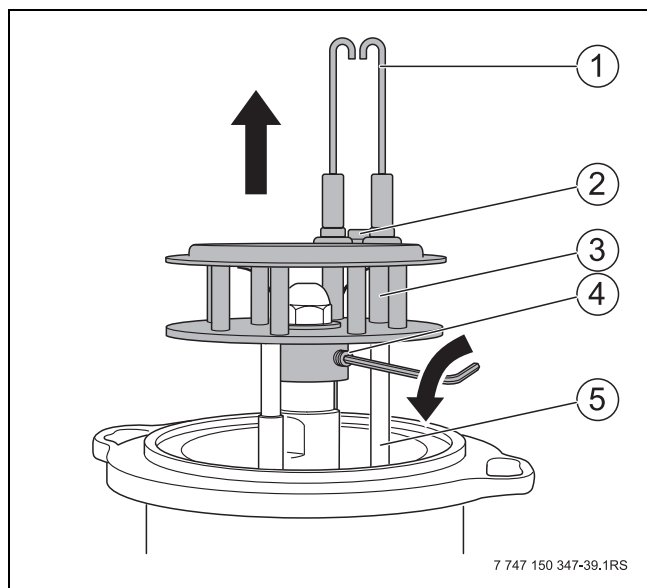

Fig. 50 Demonteer het mengsysteem
- Draai de schroef (Fig. 50, [2]) tussen de ontstekingselektroden los.
- Ontstekingselektrode (Fig. 50, [1]) demonteren.
- Mengsysteem met draadstift (→ Fig. 50, [4]) borgen.